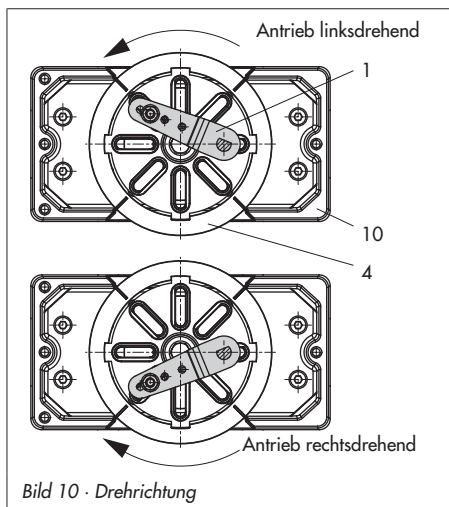

Bild 10 · Drehrichtung
4. Kupplung (4) auf die geschlitzte Antriebswelle bzw. den Adapter (3) aufstecken und mit Schraube (4.1) und Tellerfeder (4.2) festschrauben.
5. Am Hebel M (1) des Stellungsreglers den Standard-Abtaststift (2) herausschrauben. Den Abtaststift (Ø 5) aus dem Anbausatz an Stiftposition 90° verschrauben.
6. Ggf. Manometerhalter (7) mit Manometern oder bei erforderlichen Anschlussgewinde G ¼ die Anschlussplatte (6) montieren, auf richtigen Sitz der beiden Dichtringe (6.1) achten. Bei doppelt wirkenden federlosen Schwenkantrieben wird ein Umkehrverstärker für den Anbau am Antrieb benötigt, siehe dazu Kapitel 4.5.
8. Stellungsregler auf das Gehäuse (10) setzen und festschrauben. Dabei den Hebel (1) so ausrichten, dass er unter Berücksichtigung der Drehrichtung des Antriebs mit seinem Abtaststift in den entsprechenden Schlitz eingreift (Bild 10).